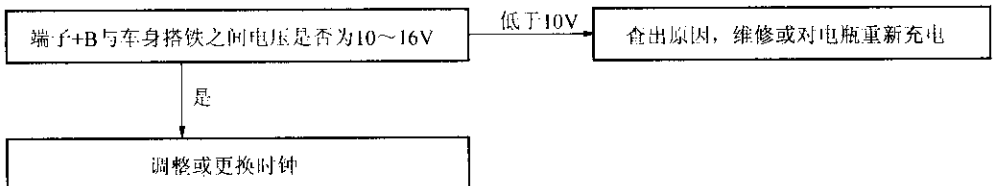

图 9-198 时钟 (无副燃油表) 慢或快故障排除流程图
(2) 时钟慢或快故障排除。
①检查电瓶电压是否为 10~16 V。如电压不符合规定，更换电瓶。
②检查时钟偏差。容许偏差 (每天)：±1.5 秒。如偏差超出容许偏差，更换时钟总成。
③检查时钟调节按钮是否因卡在某处而不能回位。
④按图 9-198 对时钟进行故障排除。